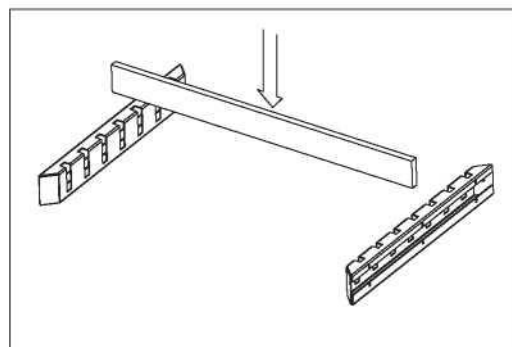

Рис.6.1
- вставьте штангу для рейки в специальные опоры (Рис.6.1);